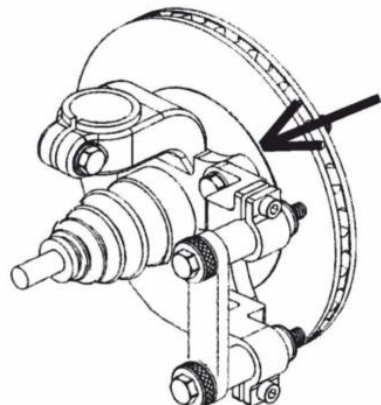

Рисунок 10
7.2.3 Используйте синий крепежный адаптер, если отверстия для крепления суппорта имеют резьбу (см. рис. 10)